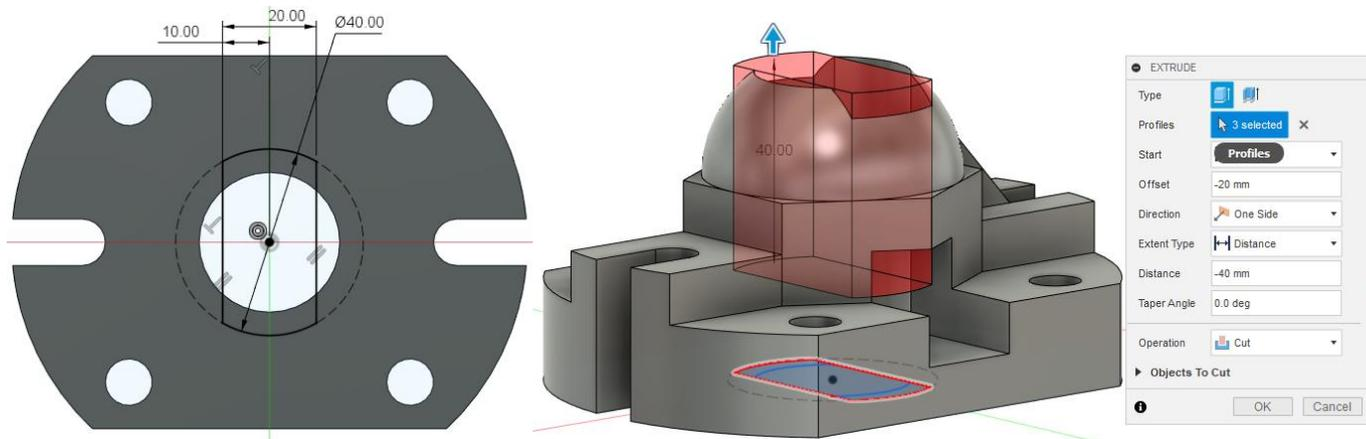

Рис. 4.12. Ескіз №7 та його вирізання
7. Для побудови прорізи створимо ескіз на нижній грані деталі. У налаштуваннях для вирізання прорізи задайте зміщення площини початку вирізу на -20 мм, та глибину вирізання наскрізь або -40 мм (рис. 4.12).